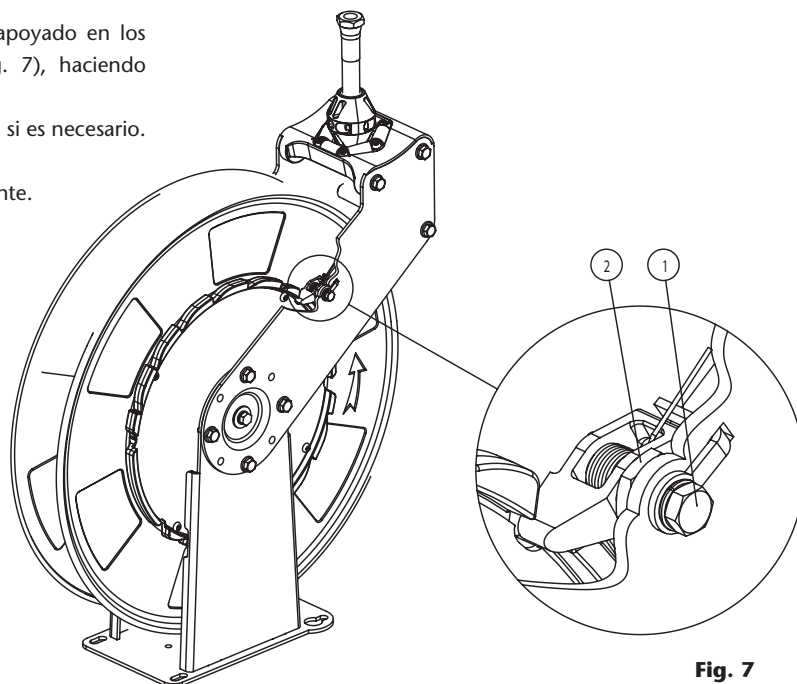

Fig. 7
1. Con la manguera enrollada y el tope manguera apoyado en los rodillos de salida, desenroscar el tornillo (1) (fig. 7), haciendo contratuerca en (2), y retirar el conjunto trinquete.